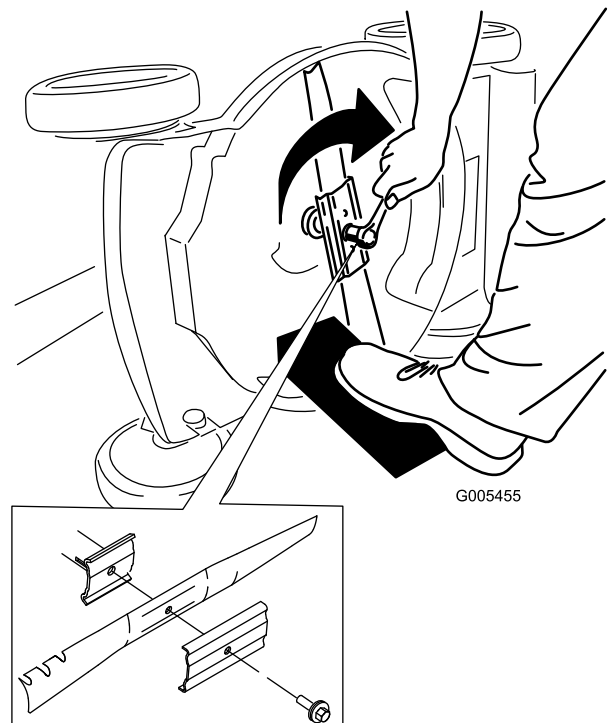

Bild 27
- 5. Setzen Sie das neue Messer und alle Schrauben auf (Bild 27).